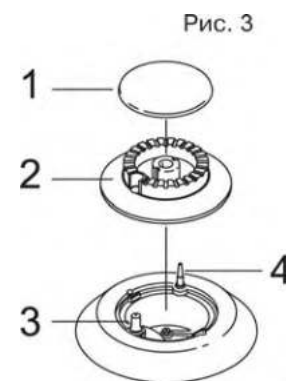

Рис. 3
На модели, рассматриваемой в данной инструкции, установлены газовые горелки с электроподжигом, и системой защиты от утечки газа (газ-контроль). Общий вид разобранной на составные части газовой горелки представлен на рис. 3. В ее составе можно выделить следующие элементы:
Для устойчивого возгорания газа удерживайте ручку управления нажатой, примерно, в течение 3 секунд. Зажигание пламени сопровождается щелчками, вызванными электрическими разрядами в свече розжига (позиция 3 на рис. 3). После загорания газа в горелке поверните ручку управления в такое положение между символами «Максимальное пламя» и «Минимальное пламя», чтобы получить пламя нужной интенсивности. Если пламя в горелке не зажглось, повторите эту процедуру еще раз. Если свеча розжига грязная, электроподжиг может не функционировать должным образом. Поэтому рекомендуется поддерживать плиту в очень чистом состоянии. Для чистки свечи розжига используйте небольшую щетку. При этом имейте в виду, что к самой свече розжига не следует прилагать никаких усилий.
Ваша модель оборудована системой защиты от утечки газа («газ-контроль»), то есть системы управления горелками оснащены предохранительными клапанами, которые отключают подачу газа, в ситуациях, когда пламя горелки по каким либо причинам случайно погасло. Датчиками предохранительных клапанов служат термоэлементы (позиция 4 на рис. 3), установленные на каждой горелке соответствующей модели. Пока термоэлемент горячий предохранительный клапан открыт, газ беспрепятственно поступает в горелку и горит. Как только газ, по какой либо причине, случайно гаснет, термоэлемент остывает, что служит для предохранительного клапана сигналом на перекрытие поступления газа в соответствующую горелку. Таким образом, перекрывается доступ несгоревшему газу в Вашу кухню.
**Если горелка не зажигается после нескольких попыток, проверьте, в правильном ли положении находится колпачок (позиция 1 на рис. 3) и рассекаТЕЛЬ (позиция 2 на рис. 3) газовой горелки.**